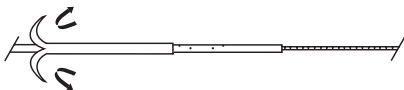

Fig. 3
- c) Depois do avanço inicial do cateter sobre o fio guia, puxe o rectificador para trás e remova-o para avançar o cateter. (Fig. 3)